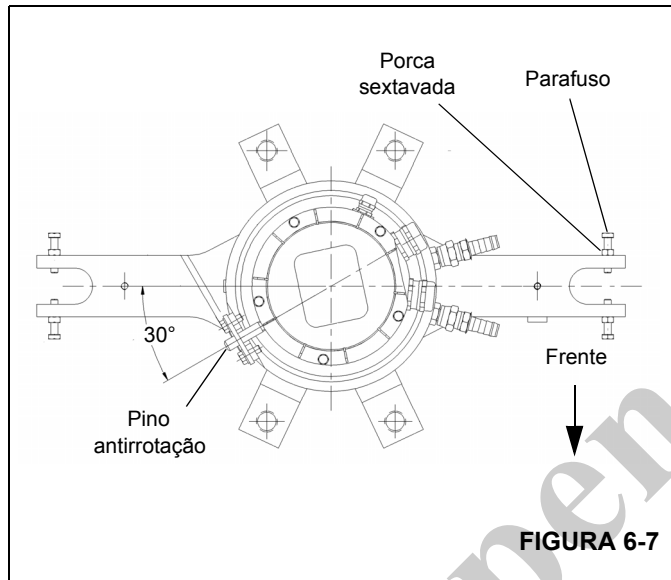

FIGURA 6-7
3. Verifique se o pino antirrotação na parte inferior da base da rótula elétrica está alinhado com o furo de montagem no suporte da caixa da rótula de água (Figura 6-7).